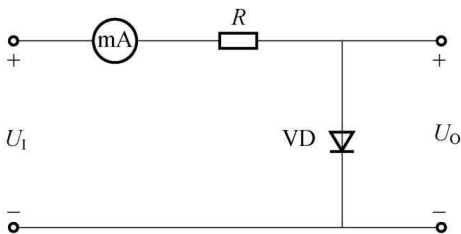

图 1-1 测试二极管伏安特性的电路
测试二极管伏安特性的电路如图 1-1 所示。其中，二极管 VD 可选用 1N4007、1N4001 或 1N4148 等，电阻  $R=1k\Omega$ 。
- (1) 按照图 1-1 在面包板上接好电路。
- (2) 由直流稳压电源输出 10V 电压接入输入端，即  $U_1 = +10V$ （此时二极管两端所加的电压为正向电压），测量输出电压  $U_o$  和电流  $I$  的大小，同时计算二极管的电阻  $R_{VD}$ ，并记录于表 1-1 中。
- (3) 同步骤 (2)，按表 1-1 中的  $U_1$  数值改变直流稳压电源的输出电压，并将测量和计算结果  $U_o$ 、 $I$ 、 $R_{VD}$  填入表中。
- (4) 保持步骤 (2) 和步骤 (3)，将二极管 VD 反接（此时二极管所加的电压为反